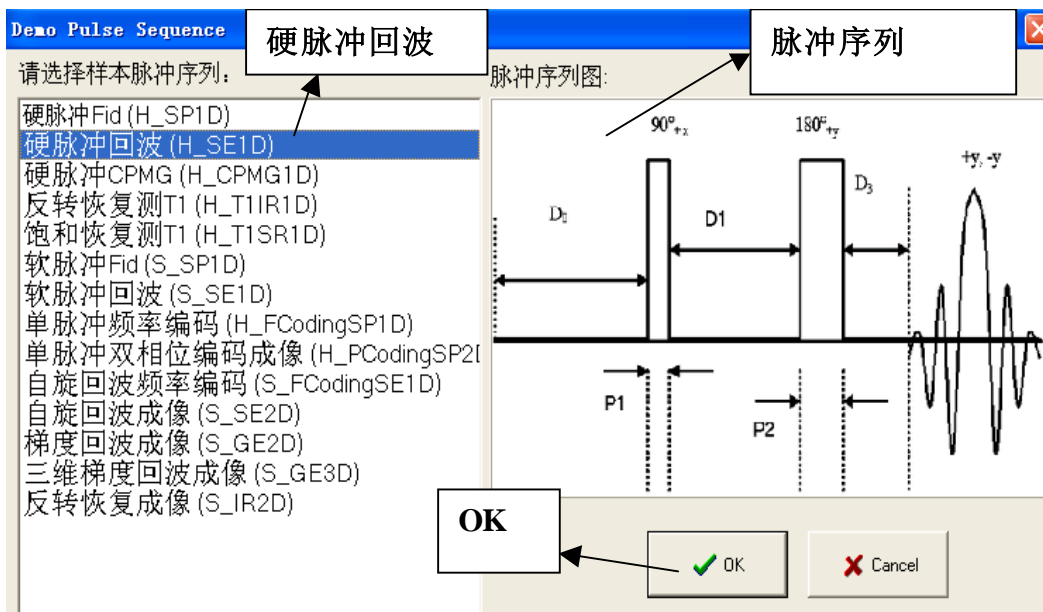
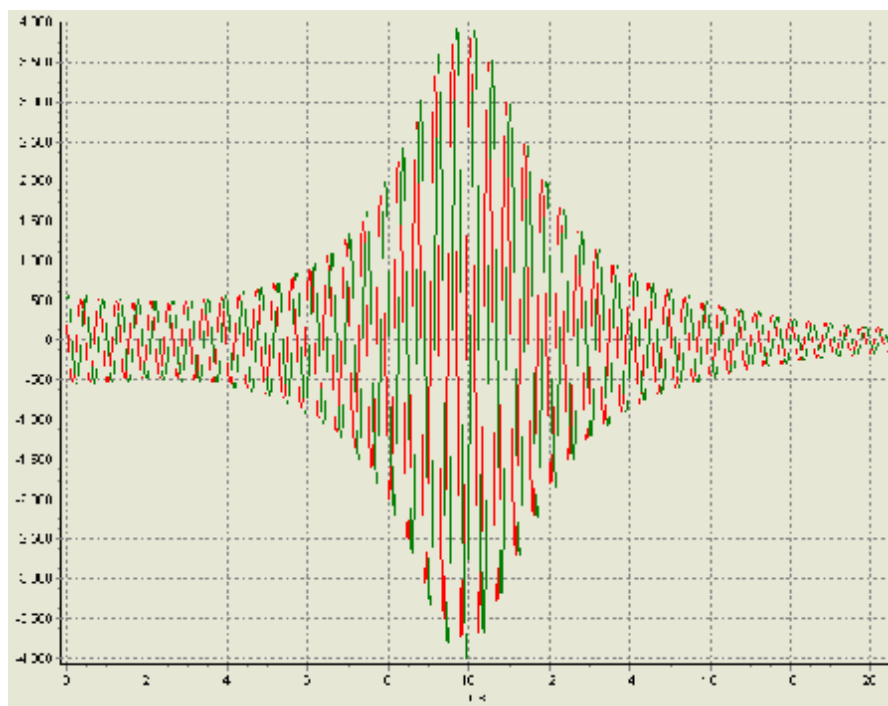

图 4 硬脉冲回波序列
图 5 硬脉冲回波信号
- 5、单击  Demo 按钮,弹出 Demo Pulse Sequence 对话框，选择硬脉冲回波（H_SE1D）序列，再点击 OK 按钮，如图 4 所示，其脉冲序列主要由 90 度和 180 度射频脉冲及其回波信号组成。选择硬脉冲回波序列后，系统会自动提供一个标准的回波信号参考图，如图 5 所示，这也是我们调节的理想目标。